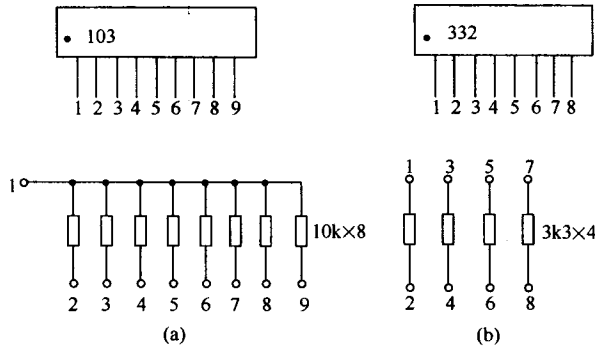

图 1-5 电阻排阻外形和等效电路
(3) 电阻排组元件 在实际应用中，还会广泛用到电阻排组元件，电阻排组是将一组阻值相同的电阻连在一起，集成而成的元件，又称电阻排。电阻排焊接加工制作方便，电路板空间紧凑，尤其在微机控制电路、程控器控制电路中作为上拉电阻或下拉电阻最为适宜。图 1-5 是电阻阻排的外形和等效电阻。